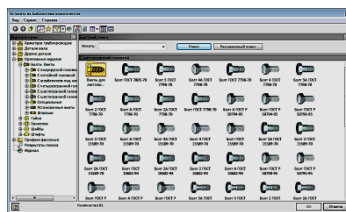

Рис. 3.56. Диалоговое окно «Вставить из библиотеки компонентов»
1. Нажмите на кнопку . Появится диалоговое окно «Вставить из библиотеки компонентов» (рис. 3.56). В левой стороне находится дерево, содержащее перечень видов изделий, входящих в библиотеку. Выберите «Болты Винты». Раскройте структуру.